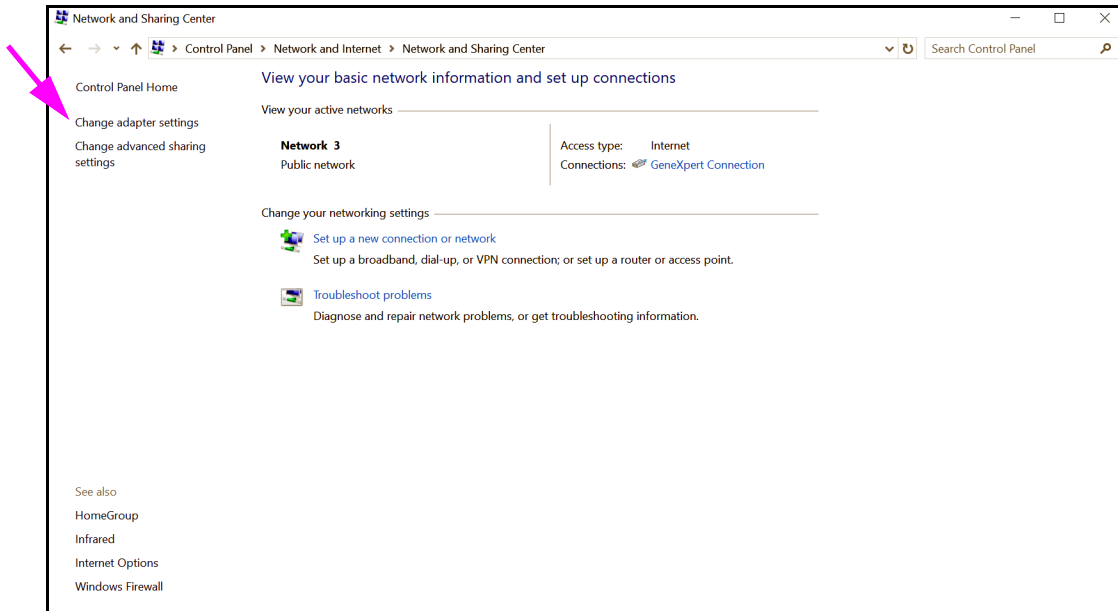

Figura 2-45. Ecranul Centru rețea și partajare
4. Faceți clic pe **Vizualizați starea și activitățile rețelei (View network status and tasks)**. Se afișează ecranul **Centru rețea și partajare (Network and Sharing Center)**. Consultați Figura 2-45.